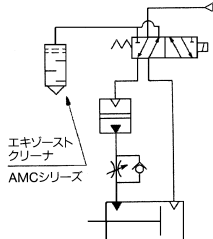

図6
- エアハイドロシリンダの作動時、回避できない微量な揺動漏れが発生します。特に片側ハイドロの場合空気圧側に漏れた作動油は切換弁より外部に排出され切換弁の周囲を汚すためエキゾーストクリーナ(AMCシリーズ)を設置してください。(図6)